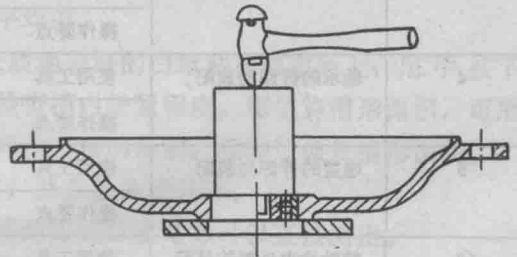

图 1-10 拆卸端盖内孔轴承
5) 在端盖内拆卸轴承 当轴承留在端盖内孔时, 可把端盖止口面向上平稳地搁在两块铁板上, 然后用一根直径略小于轴承外径的金属棒, 抵住轴承外圈, 从上边用榔头敲打, 将轴承敲出, 如图1-10所示。